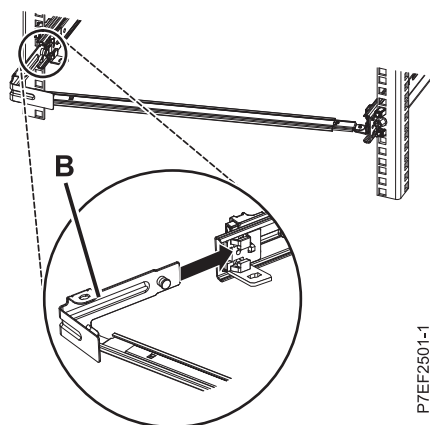

図 12. ピンを延長してブラケットをスライド・レールに取り付ける
4. ケーブル・マネジメント停止ブラケット (B) を右側スライドの内側のスロットに取り付けます。停止ブラケット (B) をスライド・レールに滑り込ませ、バネ式のピンが所定の位置に収まるまでスライドさせます。詳しくは、10 ページの図 12 を参照してください。